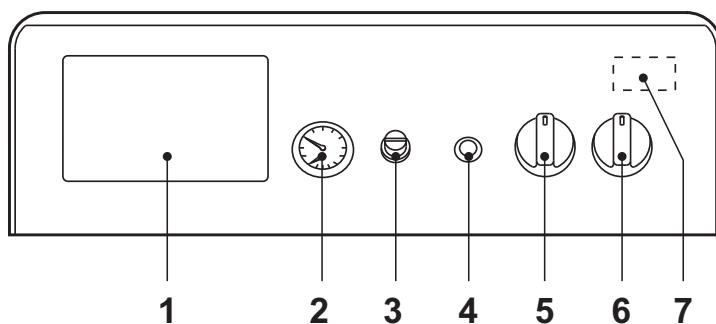
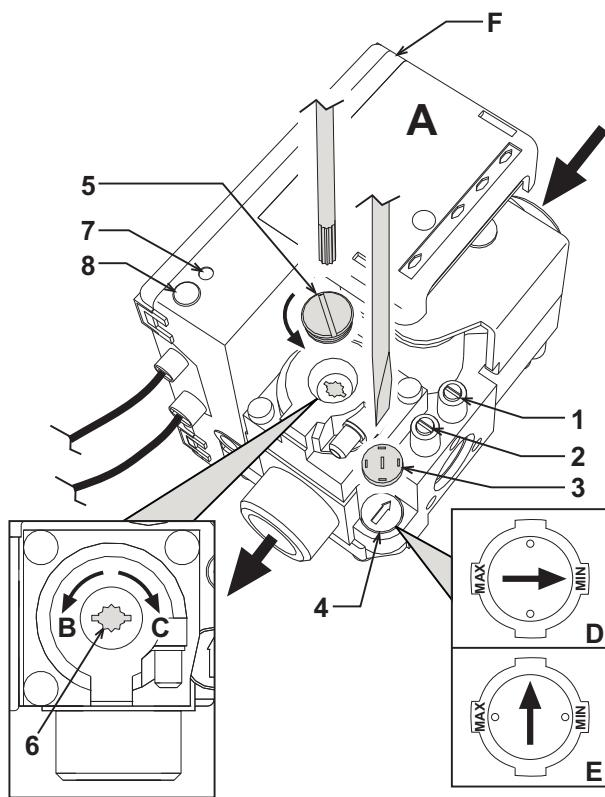

fig. 1 - Panoul de comandă
fig. 3 - Reglarea presiunii
- Puneți întrerupătorul general "6" pe poziția 1 (fig. 1).
- În cazul în care centrala este echipată cu o unitate de control electronică termostatice, montată în poziția 1 din fig. 1, utilizatorul va trebui să țină cont și de instrucțiunile oferite de producătorul acestora.
Rotind butonul 5 cu fig. 1 în sens orar, temperatura apei din circuitul de încălzire crește, iar rotind-l în sens antiorar, scade. Temperatura poate varia de la o valoare minimă de 30° la o valoare maximă de 90°. Vă recomandăm oricum ca centrala să nu funcționeze la valori de temperatură mai mici de 45°.
Stabiliti cu ajutorul termostatului de cameră temperatura dorită în interiorul încăperilor. La comanda termostatului de cameră, centrala se aprinde și încălzește apa din instalație la temperatura stabilită de termostatul de reglare al centralei 5 din fig. 1. Când se ajunge la temperatura dorită în interiorul încăperilor, generatorul se oprește.
Valoarea presiunii de umplere a instalației reci, indicată de hidrometru centrală, detaliu 2 din fig. 1, trebuie să fie de aproximativ 1,0 bar. Dacă, în timpul funcționării, presiunea în instalație coboară (din cauza evaporației gazelor dizolvate în apă) la valori inferioare valorii minime menționate mai sus, Utilizatorul va trebui să o readucă la valoarea inițială, acționând robinetul de umplere. La sfârșitul operației închideți din nou, întotdeauna, robinetul de umplere.
Racordați un manometru la priza de presiune 2 (fig. 3) poziționată în aval de valva de gaz, rotiți butonul termostatului centrală (detaliu 5 - fig. 1) pe valoarea maximă.
După ce ati scos dopul de protecție 5 (fig. 3), reglați presiunea gazului la arzător cu ajutorul șurubului 6 la valoarea dorită (vezi tabelul cu datele tehnice și schemele de variaabilitate a puterii din cap. 5).
2. Scoateți de pe valva de gaz căpăcelul de protecție 3 (fig. 3). Cu o surubelnită mică reglați "STEP" -ul de aprindere pentru tipul de gaz dorit (**G20-G25** poziția D fig. 3 sau **G30-G31** poziția E fig. 3); după aceea, puneti căpăcelul la loc.